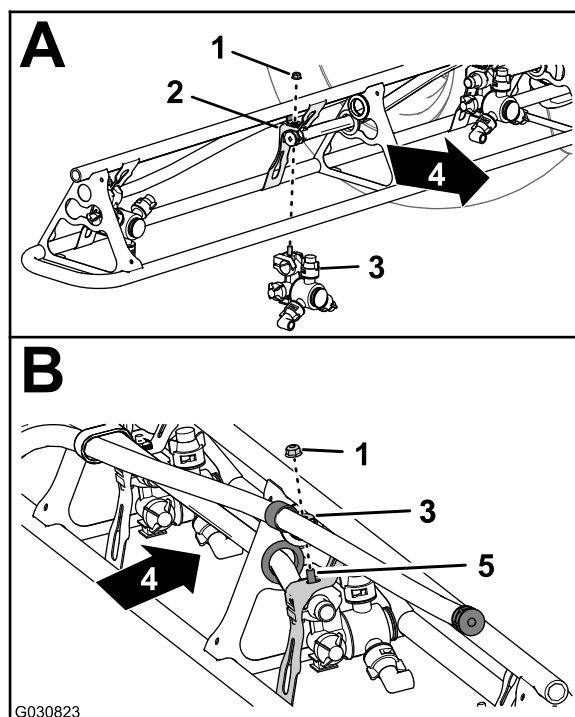

図 109
- ノズル位置1番と4番で、ノズルマウントにノズルを組み付ける 図 109のAステップ2 左右のブームからスプレーノズルを外す (ページ 41)で外したフランジロックナット5/16 インチを使用する。
- ノズル位置2番と3番で、ノズルマウントにノズルを組み付ける 図 109のAとBステップ2 左右のブームからスプレーノズルを外す (ページ 41)で外したフランジロックナット5/16 インチを使用する。